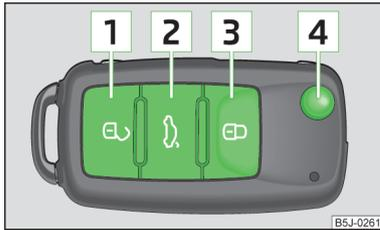

Fig. 34
► Pulsar la tecla **1** » fig. 34.
► Pulsar la tecla **3** » fig. 34.
► Pulsar la tecla **3** » fig. 34 dos veces en 2 segundos. Para más información » página 53.
► Pulsar la tecla **2** » fig. 34. Para más información » página 58.
► Pulsar la tecla **4** » fig. 34.
► Pulsar la tecla **4** » fig. 34 y plegar el paletón de la llave.
El desbloqueo del vehículo se indica mediante dos parpadeos de las luces intermitentes. Si se desbloquea el vehículo con la tecla **1** » fig. 34 sin abrirse ninguna puerta ni la tapa del maletero en los 30 segundos siguientes, el vehículo se volverá a bloquear automáticamente y se activa el seguro Safe, o bien la alarma antirrobo. Esta función impide un desbloqueo accidental del vehículo.